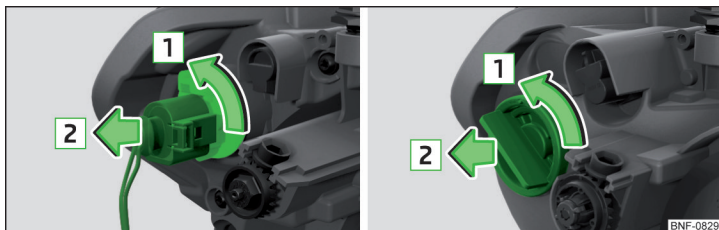

Fig. 175 Înlocuirea becului luminii de semnalizare față: Varianta 1 / varian-ta 2
- Rotiți soclul împreună cu becul până la limită, în sensul săgeții [1] » fig. 175.